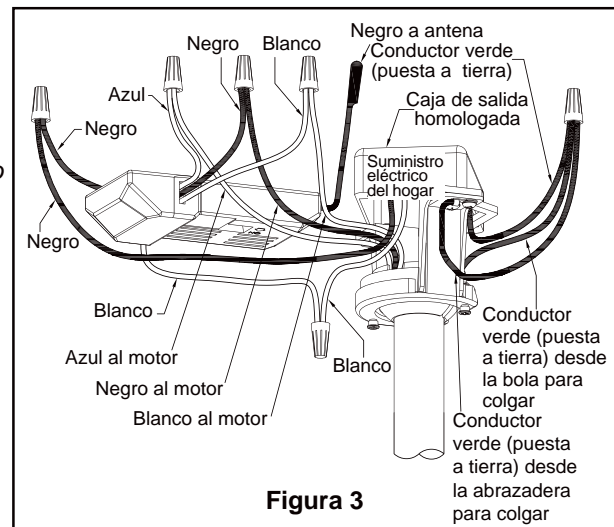

Figura 3
Uso del soporte (Figura 3)
3. Afloje los dos tornillos de fijación del soporte del barral. Introduzca los cables de color negro, blanco y azul a través de la varilla. (Figura 3)
1. Fije bien la abrazadera para colgar a la caja de salida (no se incluye) con los tornillos y las arandelas provistas con la caja de salida. (Figura 3)
2. Conecte los conductores verdes de la abrazadera para colgar y la varilla al conductor desnudo (a tierra) con el conector de cables. Conecte el conductor negro de la unidad receptora marcado "AC IN L" al conductor negro de alimentación con el conector de cables. Conecte el conductor blanco de la unidad receptora marcado "AC IN N" al conductor blanco de alimentación con el conector de cables. Conecte el conductor blanco de la unidad receptora marcado "TO MOTOR N" al conductor blanco del ventilador con el conector de cables incluido con la unidad receptora. Conecte el conductor negro de la unidad receptora marcado "TO MOTOR L" al conductor negro del ventilador con el conector de cables que se adjunta con la unidad receptora. Finalmente, conecte el conductor azul de la unidad receptora al conductor azul de la iluminación del ventilador con el conector de cables que se adjunta con la unidad receptora. (Figura 3)
3. Extraiga uno de los tres tornillos del ensamble de la placa de iluminación y guarde los tornillos para pasos posteriores. Afloje levemente los otros dos tronillos. (Figura 3)
3. Para que el ventilador sea funcional, instale las pila (incluidas) de 23A/12V en el transmisor del mando a distancia. Mientras el ventilador esté apagado. A continuación, siga el proceso de fijación remota de código. Si no se utiliza el ventilador durante un largo periodo de tiempo, extraiga la batería para evitar cualquier daño al transmisor. Almacene el mando a distancia en un lugar alejado del calor o la humedad excesiva. (Figura 3)